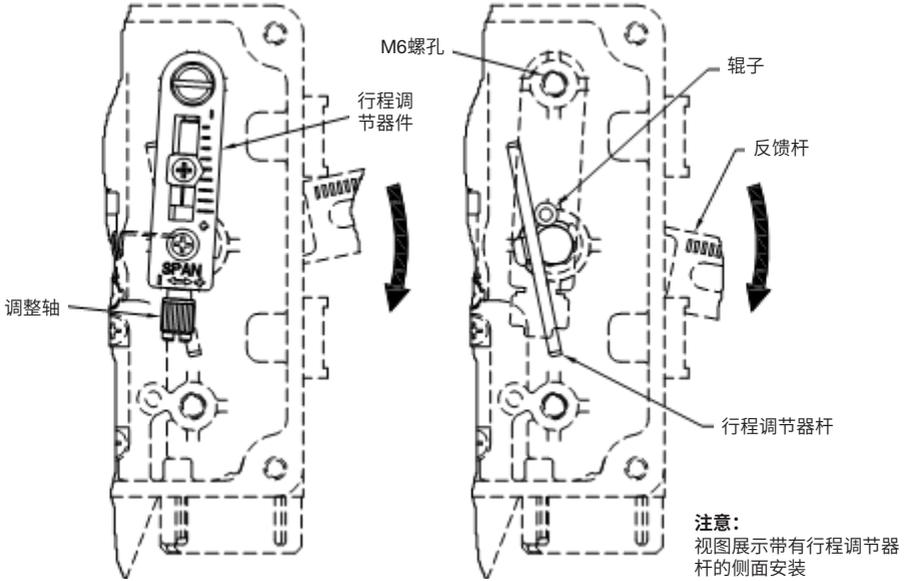

图15 行程调节器件安装(侧面安装 = 正作用, 中间安装 = 反作用)
- 1) **侧面安装** - 如果在输入信号增强时执行器轴向下移动, 装配“行程调节器件”至类似下图15所示的上部M6螺孔 (正作用)。
- 2) **侧面安装** - 如果在输入信号增强时执行器轴向上移动, 装配“行程调节器件”至类似上图15所示的下部M6螺孔 (反作用)。